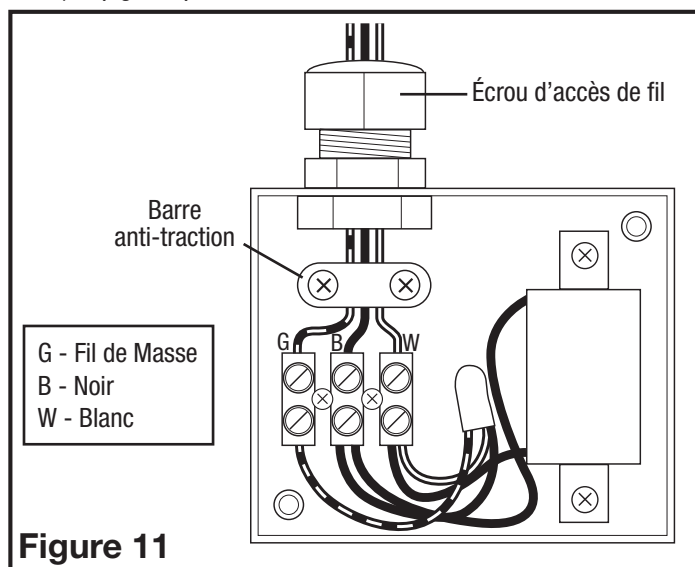

Figure 11
2. Passez les câbles partir d'un interrupteur mural approuvé et de capacité appropriée. Un neutre (blanc) un chaud (fil noir connecté au commutateur) et un de terre (fil vert ou nu). Desserrez la barre anti-traction et passez les fils à travers l'écrou d'accès de fil et l'anti-traction, en veillant à laisser suffisamment de fil pour faire tous les raccordements électriques (**Figure 11**).
3. Insérez le fil blanc de la maison dans le bornier avec le fil blanc et serrez à l'aide d'un petit tournevis régulier. Insérez le fil noir de l'interrupteur mural dans le bornier avec le fil noir et serrez à l'aide d'un petit tournevis régulier. Insérez le fil vert (ou nu) de terre de la maison dans le bornier avec le fil vert et serrez à l'aide d'un petit tournevis régulier (**Figure 11**).
- Serrez les vis qui retiennent la barre anti-traction en place. Serrez également l'écrou d'accès de fil. Ceci créera un joint d'étanchéité (**Figure 11**).